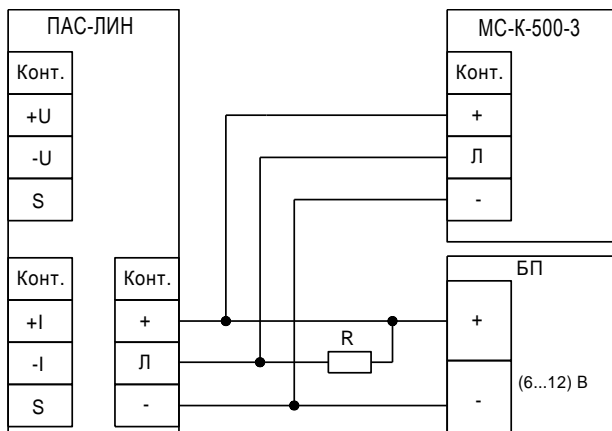

Рисунок 4
1.3.1 Параметры электропитания (линия СЕНС, контакты «ЛИНИЯ», см. рисунок 4):